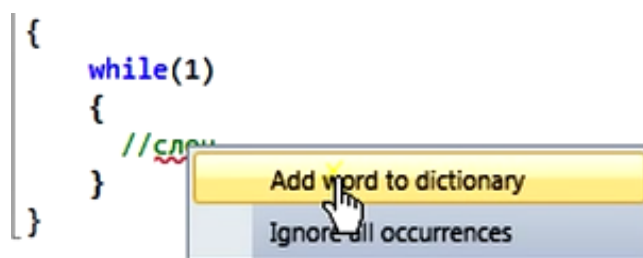

Рисунок 6.7 – Усунення підкреслень натисканням правої кнопки правою кнопкою миші
1) Натиснути правою кнопкою миші на слово (рис. 6.7):